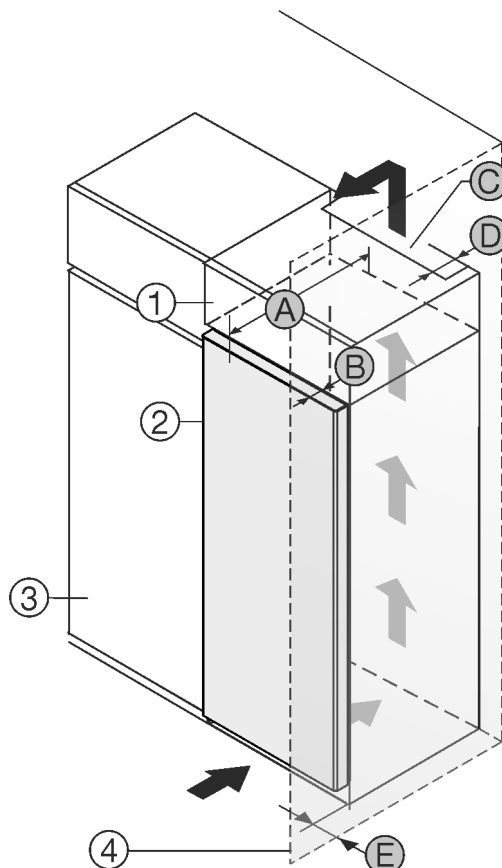

Fig. 1
Τοποθετήστε τη συσκευή ακριβώς δίπλα από το ντουλάπι κουζίνας Fig. 1 (3).
Στην πίσω πλευρά του επικαθήμενου ντουλαπιού πρέπει να υπάρχει ένα κενό εξαγωγής αέρα με βάθος Fig. 1 (D) σε όλο το πλάτος του επικαθήμενου ντουλαπιού.
Κάτω από την οροφή του δωματίου πρέπει να τηρείται η διατομή εξαερισμού Fig. 1 (C).
Εάν η συσκευή τοποθετηθεί με τους μεντεσέδες δίπλα σε τοίχο Fig. 1 (4), πρέπει η απόσταση ανάμεσα στη συσκευή και στον τοίχο να ανέρχεται σε τουλάχιστον 13 mm.
Εάν η συσκευή τοποθετηθεί με τους μεντεσέδες δίπλα σε τοίχο Fig. 1 (4), πρέπει η απόσταση ανάμεσα στη συσκευή και στον τοίχο να ανέρχεται σε τουλάχιστον 20 mm.
Για να μπορούν να ανοίγουν εντελώς οι πόρτες, πρέπει η συσκευή να προεξέχει κατά το βάθος πόρτας Fig. 1 (B) από την πρόσοψη του ντουλαπιού. Η συσκευή μπορεί να προεξέχει περισσότερο, ανάλογα με το βάθος των ντουλαπιών κουζίνας Fig. 1 (3) και την χρήση αποστατών τοίχου.